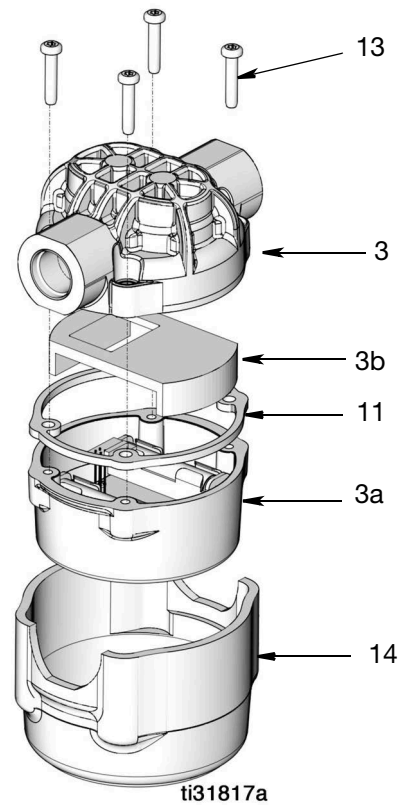

BILD 14
2. Ta bort stötskyddet (14) (BILD 14).
3. Lossa de 4 skruvarna (13) från mätarhuset (3), och avlägsna elektronikhuset (3a) (BILD 14).
4. Ta loss batterihållaren (3b) (BILD 14).
7. Återmontera batterihållaren (3b) (BILD 14).
8. (Sätt tillbaka infattningstätningen (11) över läppen upptill på mätenheten (3).) Placera elektronikinfattningen (3a) på infattningstätningen (11) (BILD 14).
9. Återmontera skruvarna (13) (BILD 14). Dra åt skruvarna till 1,7–2,8 Nm i ett diagonalt mönster.
10. Återmontera stötskyddet (14) (BILD 14).